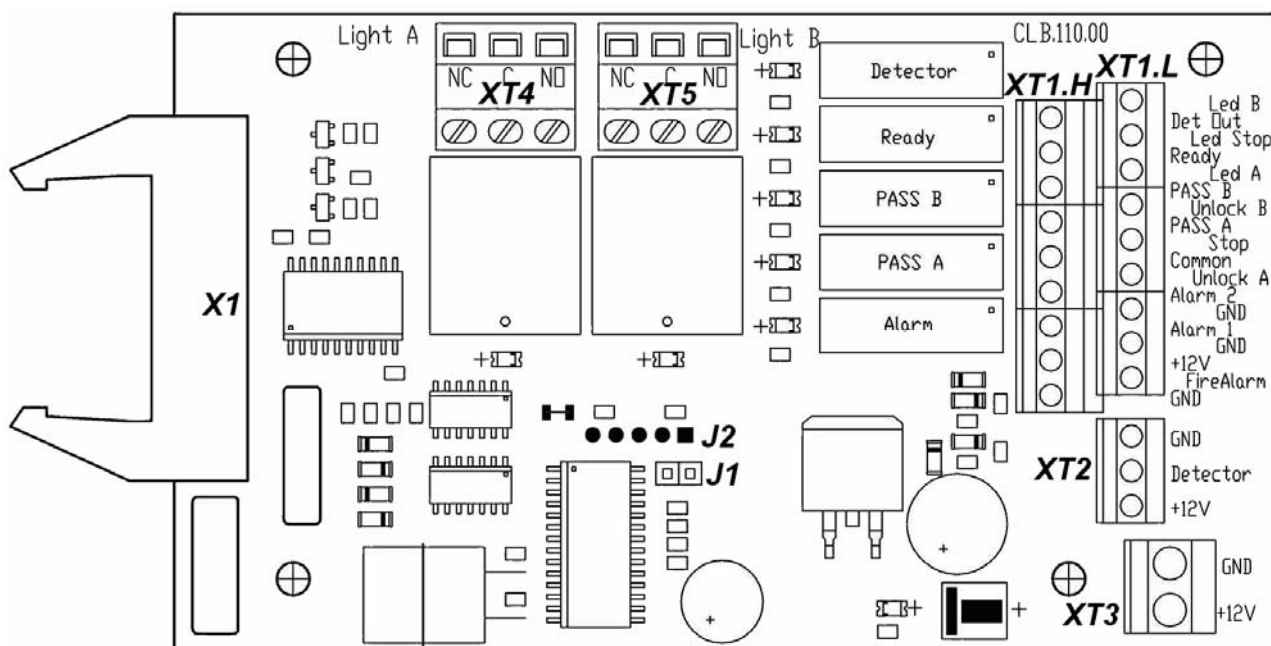

Рисунок 3. Внешний вид платы CLB
5.2.4 ПДУ выполнен в виде небольшого настольного прибора в корпусе из ударопрочного АБС пластика и предназначен для задания и индикации режимов работы при ручном управлении турникетом. ПДУ подключается к плате CLB гибким многожильным кабелем (13) через клеммную колодку XT1.L (см. рис. 3).
5.2.5 На плате CLB (см. рисунок 3) расположены:
Факт срабатывания / отпускания реле *PASS A*, *PASS B*, *Ready*, *Detector* и *Alarm* можно определить по загоранию / гашению красных индикаторов, которые установлены вблизи указанных реле (см. рисунок 3).